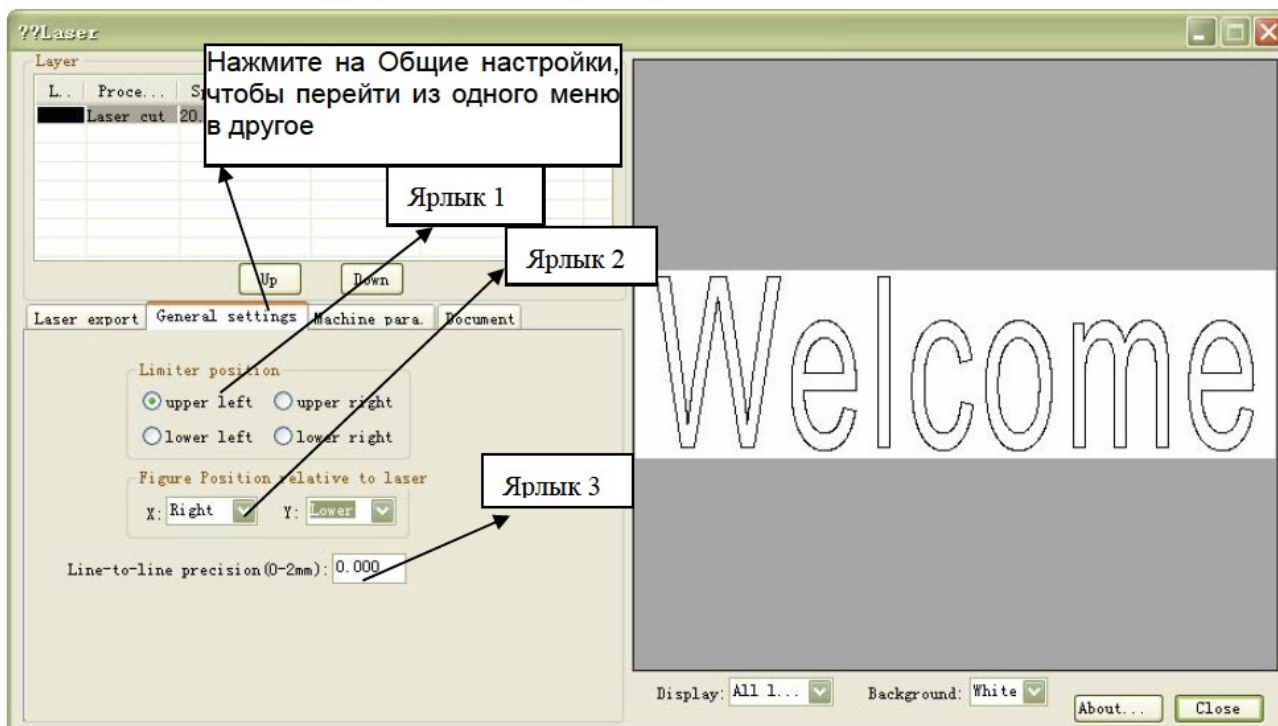

Рис.1-41
- Настройка *Limit position* (Крайняя позиция) (Ярлык 1 рис.1-41)
- Настройка *Figure Position relative to laser* (Позиция изображения относительно лазера) (Ярлык 2 рис.1-41)
На заметку: Необходимо обеспечить правильные настройки *limit position* (крайней позиции) (Ярлык1 Рис.1-41).
□ Настройки *Line-to-line precision* (Точность линии к линии)(0-2мм) (Ярлык 3 Рис.1-41)